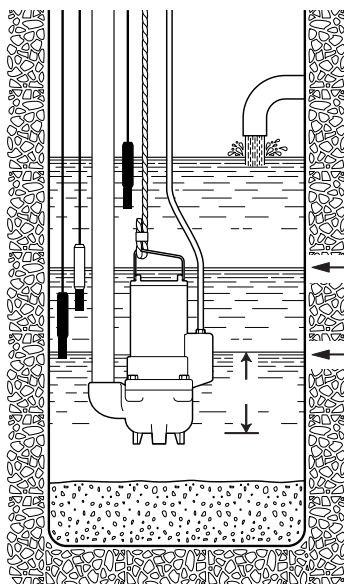
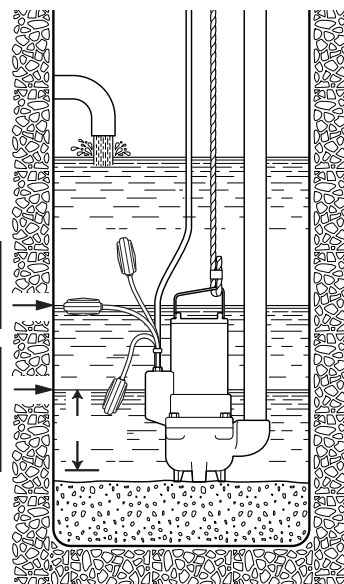

Fig. 3
Fig. 4
(fig. 3)
- mobile con l'elettropompa appoggiata sul fondo del pozzetto o vasca (fig. 4) oppure sospesa a mezzo di apposita fune o catena in materiale resistente ancorata alla maniglia o gancio di sostegno (fig. 3).